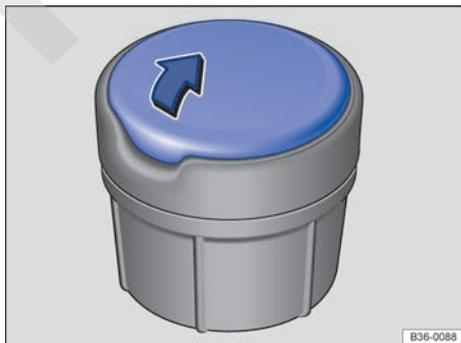

Fig. 159 Cenicero portátil.
- Para *abrir* el cenicero, levante la tapa del mismo → fig. 159 en el sentido de la flecha.